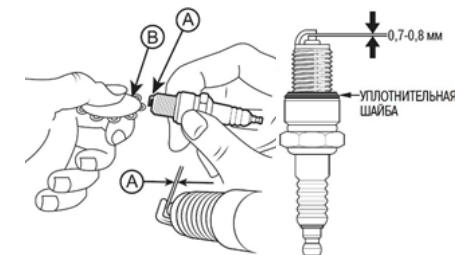

Рис. 20 Проверка зазора между электродами
4. Измерьте зазор А между электродами свечи зажигания специальным щупом В. Зазор А должен быть $0,7-0,8$ мм (Рис. 20). При увеличении или уменьшении требуемого зазора, рекомендуется заменить свечу, так как регулировка зазора может привести к изменению качества искрообразования.